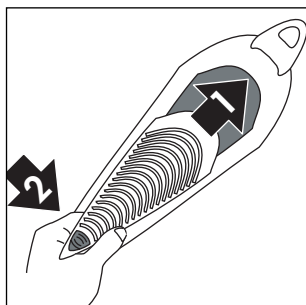

Fig. 19
- 4) Réinsérez la grille en positionnant d'abord le haut puis le bas et appuyez sur le curseur vers le bas jusqu'au clic (fig. 19).